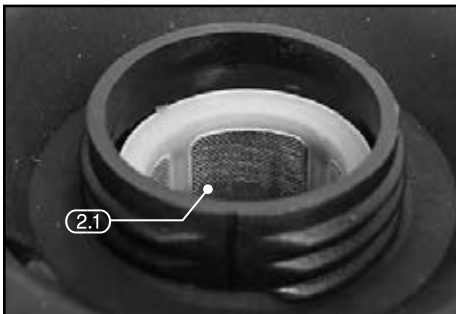

FIG.20
10.7 FUEL TANK FILTER – FIG.20